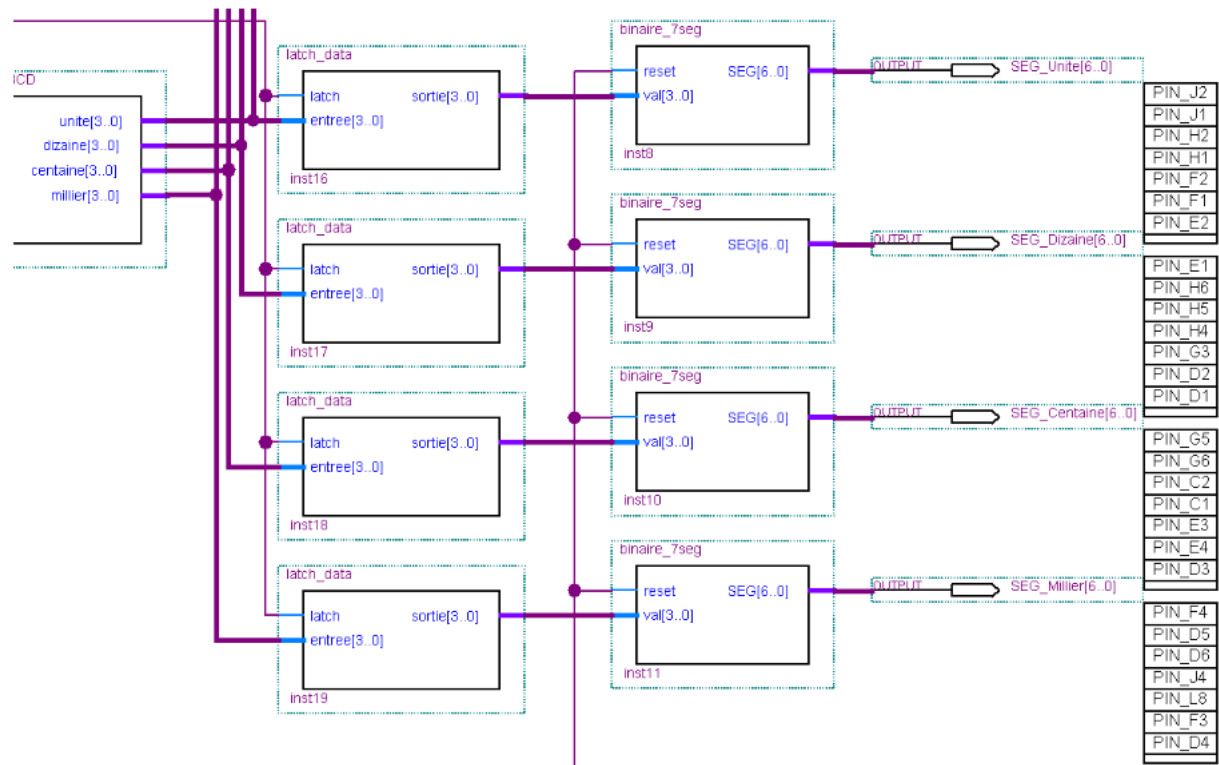

Figure 4
- Relier les composants entres eux conformément à la figure 4